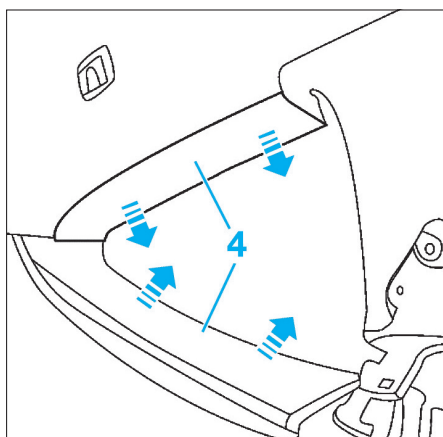

FIG. 23
- Déposer la garniture de brancard arrière (4) (Fig.23).